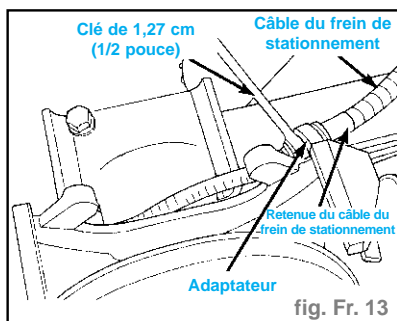

fig. Fr. 13
- Déposer de l'adaptateur l'extrémité du câble du frein de stationnement, au moyen d'une clé glissée par-dessus la retenue du câble du frein de stationnement, comme illustré pour comprimer les onglets de verrouillage de la retenue du câble du frein de stationnement (fig. Fr. 13).